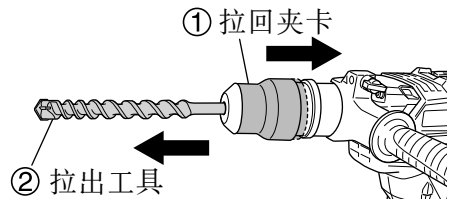

图 10
- (3) 拉拽工具以确保其完全锁紧。
- (4) 卸下工具时，按箭头方向拉动夹卡并拉出工具（图 10）。